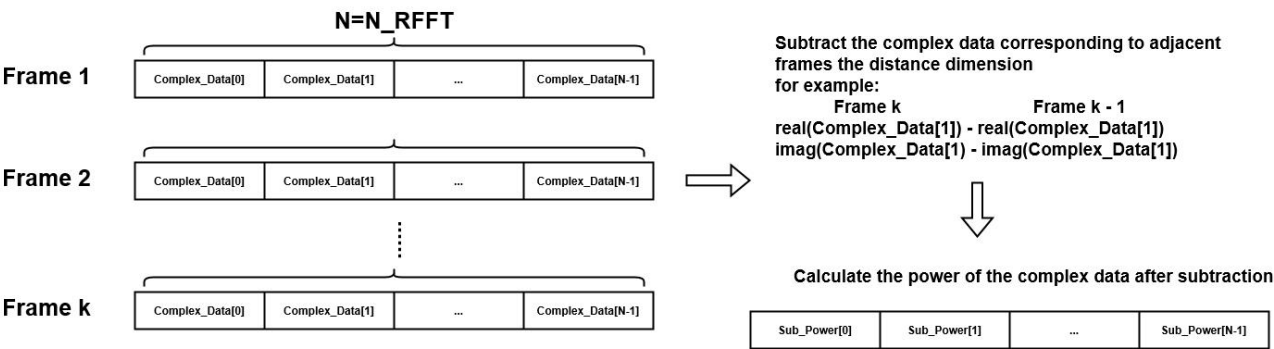
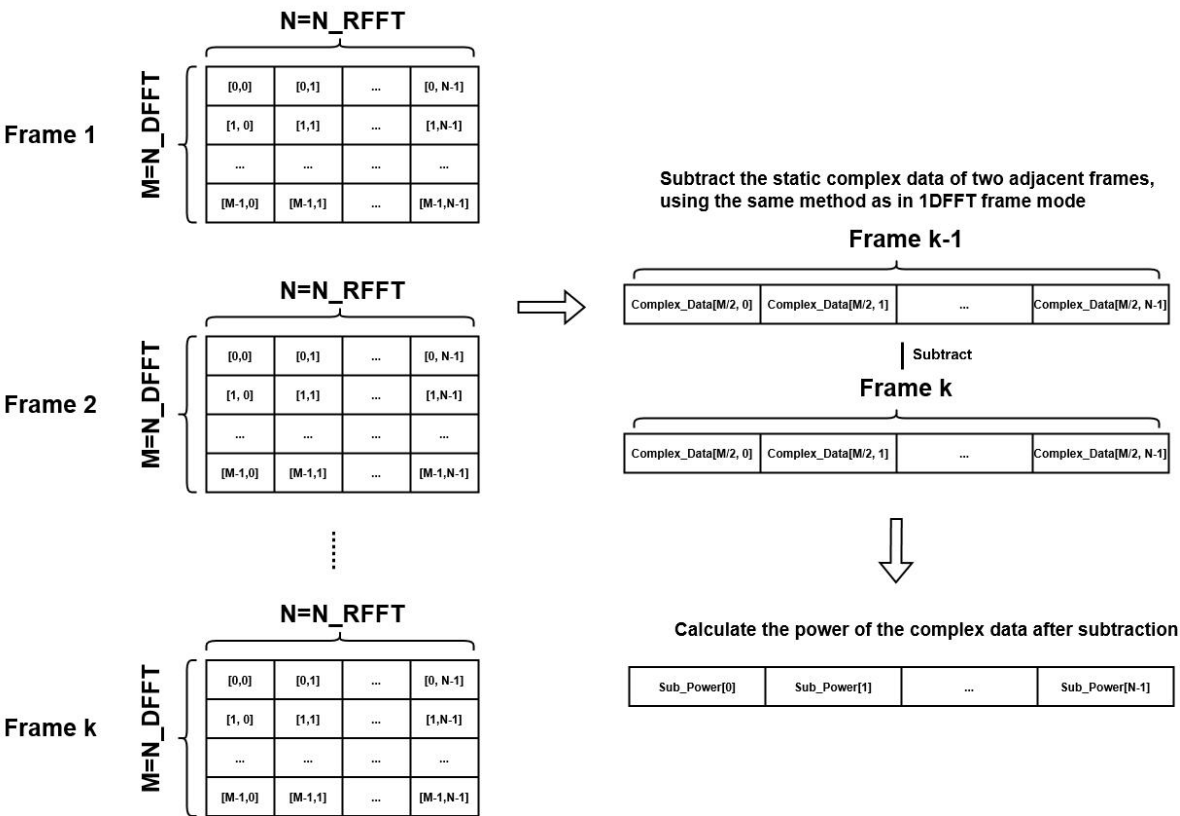

图 2-33 帧间相减计算方法(1DFFT 帧结构)
图 2-34 帧间相减计算方法(2DFFT 帧结构)
- (4) 帧间相减：在帧结构为 1DFFT 和 2DFFT 时均生效，当帧结构为 1DFFT 时，每帧仅上报一个 Interval 数据，对相邻帧的 Interval 数据进行帧间相减后再求功率，以突出移动目标，计算流程如图 2-33 所示；当帧结构为 2DFFT 时，先取出每帧的零速多普勒数据然后相邻帧的零速多普勒数据相减后再求功率以检测动态目标，计算流程如图 2-34 所示；